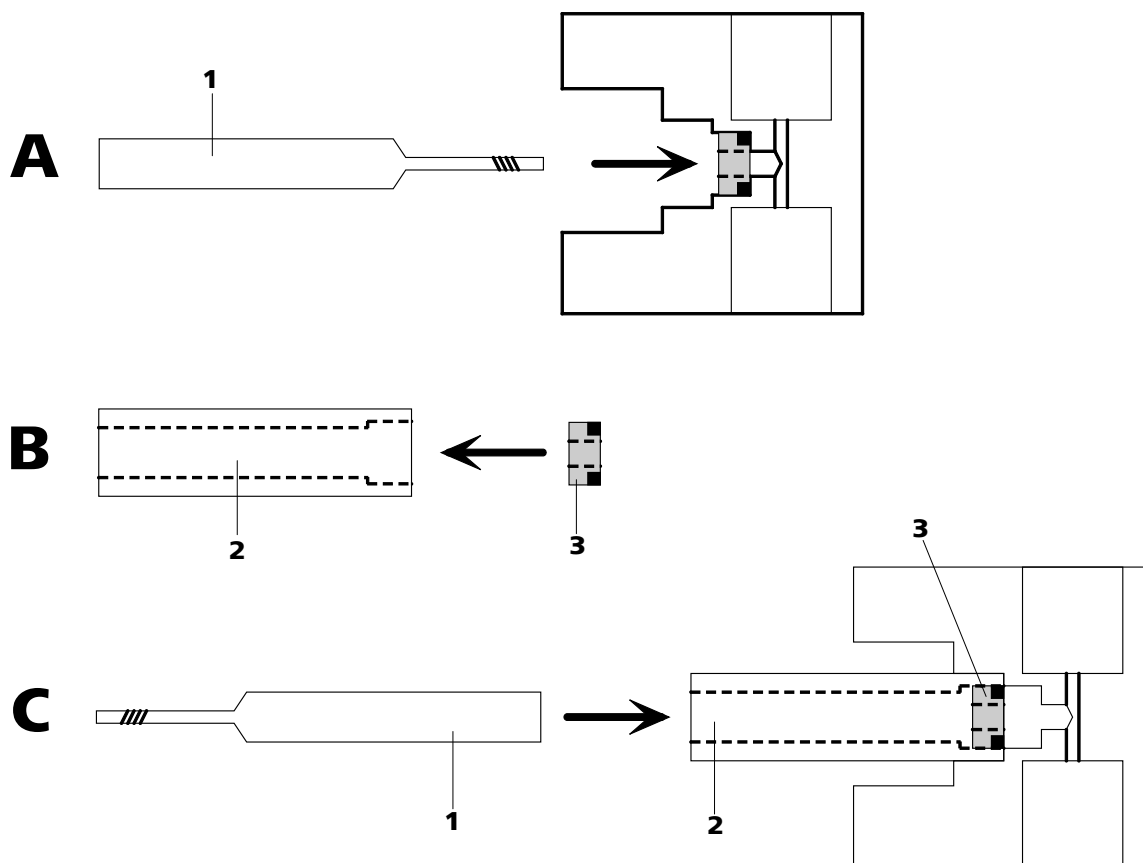

Figura 38 Cambiar la junta de pistón
- Enrosque la herramienta especial (38-1) por el lado estrecho en la junta de pistón y extraiga esta última (véase Figura 38, página 80).
- Inserte con la mano la nueva junta de pistón en la cavidad de la herramienta especial (38-2)(véase Figura 38, página 80).El resorte de junta debe encontrarse en el lado exterior.
- Introduzca la herramienta especial (38-2) con la junta de pistón en el cabezal de bomba (18-4) y empuje la junta con la herramienta especial (38-1) al interior de la cavidad del cabezal de bomba (véase Figura 38, página 80).